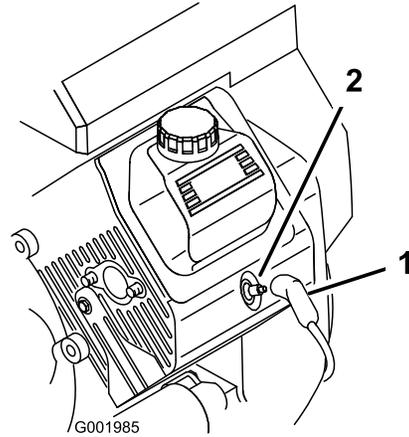

图 44
3. 将电线拉离火花塞 (图 44)。
3. 将电线推到火花塞上 (图 44)。